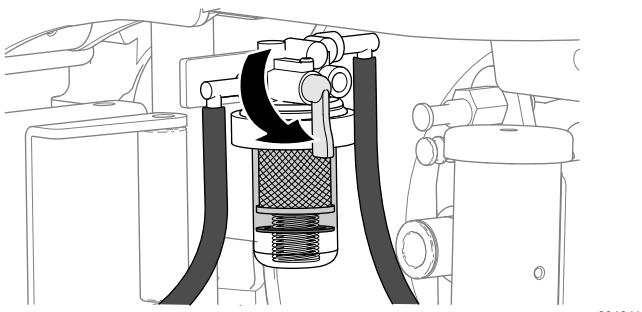

Figura 70
2. Ruotate la valvola di esclusione del carburante del separatore carburante/acqua in posizione di CHIUSURA (Figura 70).